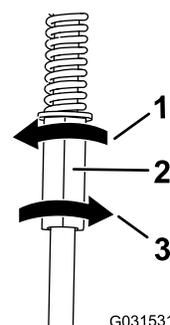

図 65
4. 左側のコントロールロッドを 1/4 回転ずつ回して、直進できるまで少しずつ調整を進める **図 65**。